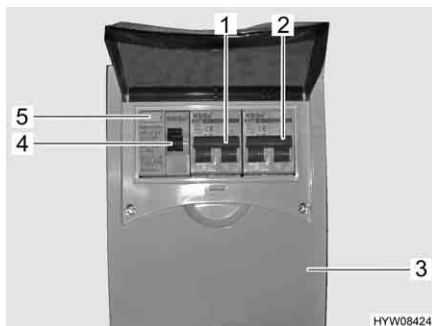

Fig. 87 Scatola dei fusibili a 230 V con interruttore di sicurezza e interruttore automatico FI
Un interruttore di sicurezza per correnti di guasto (interruttore automatico FI) (Fig. 87,4) nella scatola dei fusibili (Fig. 87,3) protegge l'intero veicolo da correnti di guasto (0,03 A).
L'interruttore di sicurezza collegato in serie (10 A) (Fig. 87,1) protegge le prese da 230 V, l'apparecchio per l'alimentazione elettrica, l'apparecchio per l'alimentazione elettrica supplementare e il frigorifero.
Per veicoli con accessori opzionali, p. es. l'impianto di climatizzazione, un ulteriore interruttore di sicurezza (16 A) (Fig. 87,2) protegge l'apparecchio.
- Se il veicolo è collegato all'alimentazione a 230 V, premere il tasto di controllo (Fig. 87,5). L'interruttore di sicurezza per correnti di guasto (FI) deve scattare.